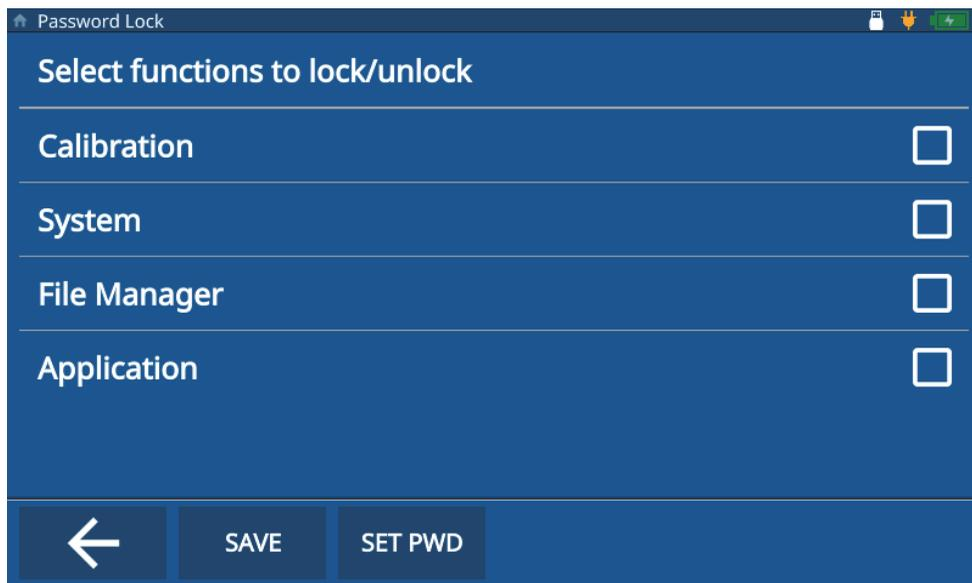

Figure 8-1 Écran d'activation du verrouillage de l'appareil
L'écran **Password Lock** (Protection par mot de passe) [Figure 8-1 à la page 80] vous permet de verrouiller les fonctions suivantes :
4. Sélectionnez les fonctions à verrouiller en cochant les cases appropriées (Figure 8-1 à la page 80).